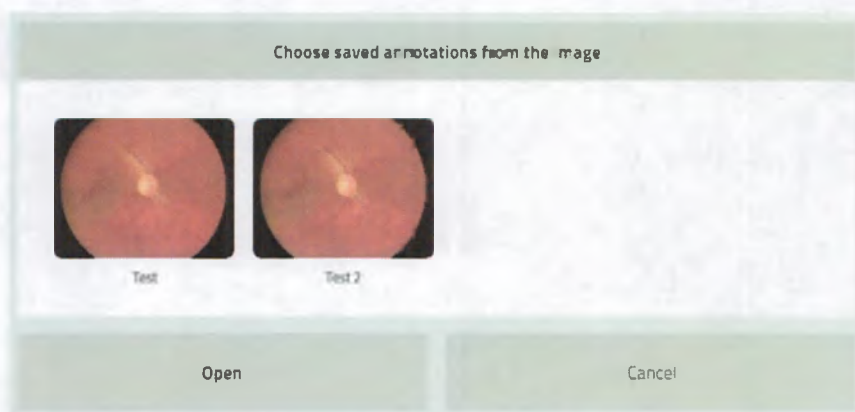

Рисунок 67. Список аннотаций.
- Нажмите на значок и выберите аннотацию из списка (См. рис. 67).